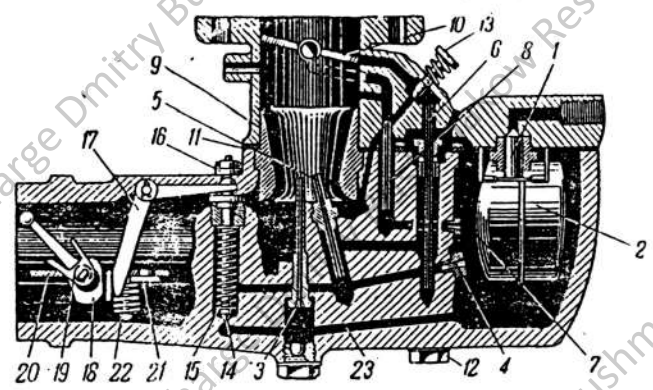
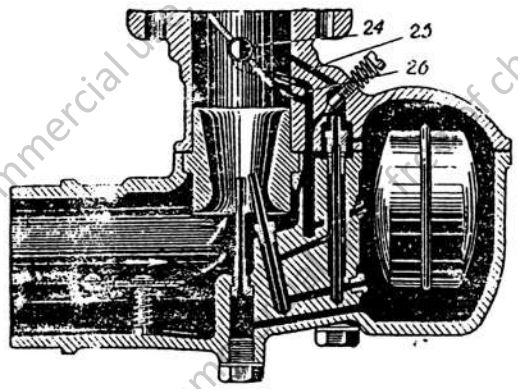
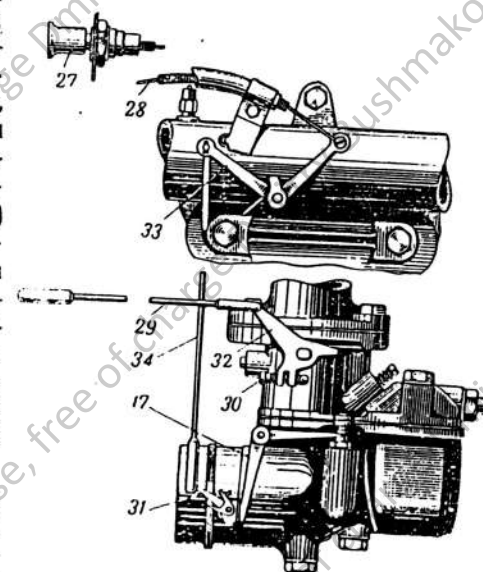
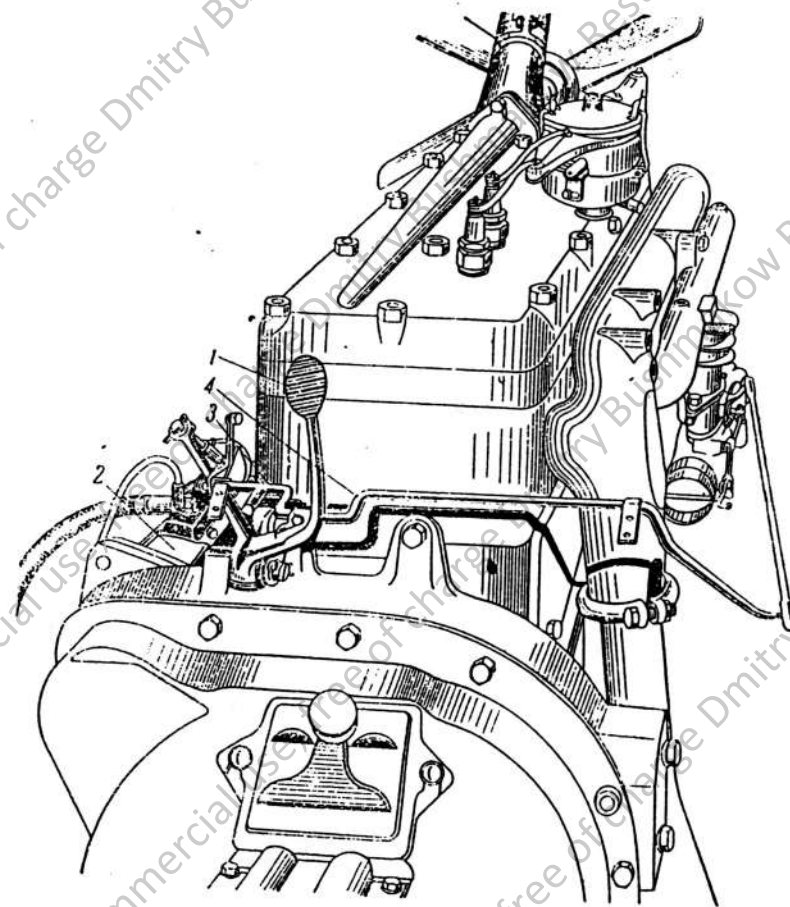

Рис. 13. Схема карбюратора:
Рис. 14. Схема работы карбюратора на сред-
Рис. 15. Управление карбюратором:
Рис. 16. Установка стартера:
Карбюратор (рис. 13 и 14) имеет 4 жиклера: холостого
так как разрежение в канале 26 (рис. 14) отсутствует бла-
годаря тому, что через лыжку на оси дроссельной заслонки и через отверстие 24 он сообщен с атмосферой; при открытии дроссельной заслонки на $\frac{3}{4}$ и больше ось заслонки перекрывает отверстие 24, и через жиклер 7 (рис. 13) поступает в смесительную камеру дополнительная порция бензина.
Жиклер холостого хода 6 опущен в колодец, заполняемый бензином через жиклер 4; при работе двигателя на холостом ходу (при почти закрытой дроссельной заслонке 10) разрежение из всасывающей трубы двигателя передается в канал 25 (рис. 14), благодаря чему бензин поступает через жиклер 6 (рис. 13) в смесительную камеру; правильность смеси на холостом ходу регулируется иглой 13, перекрывающей в той или иной мере доступ воздуха в канал 25.
Управление карбюратором. Кнопка подсоса расположена на рамке приемника справа от водителя. Трос 28 (рис. 15) через рычаг 33, штангу 34 и рычаг 31 соединен с осью воздушной заслонки; при вытягивании кнопки на себя воздушная заслонка карбюратора прикрывается и через кулачок 18 (рис. 13) приподнимает иглу обогатителя;
при подаче кнопки вперед рычаги 33 и 17 (рис. 15) поворачиваются в обратном направлении (по часовой стрелке), кулачок 18 (рис. 13) перестает нажимать на колесо рычага 17, и игла обогатителя под влиянием пружины садится на свое седло и перекрывает доступ топлива из поплавковой камеры по каналу 23 в колодец жиклера холостого хода.
Необходимо внимательно наблюдать за тем, чтобы при опущенной игле обогатителя между головкой рычага 17 и кулачком 18 был зазор 0,6—0,8 мм; этот зазор регулируется зашплинтованной гайкой 16, сидящей на верхнем конце иглы; крепление троса 28 в рычаге 33 (рис. 15) должно быть выполнено так, чтобы при повернутом доотказа вправо (по часовой стрелке) рычаге 33 кнопка обогатителя не доходила до своего упора на 2—3 мм.
Отсутствие зазора между кулачком 18 и рычагом 17 (рис. 13) ведет к перерасходу топлива.
Педаля акселератора и кнопка ручного газа, расположенная на щитке водителя, справа от приборов, через систему тяг и рычагов соединены с тягой 29 и рычагом 32 (рис. 15), сидящим на оси дроссельной заслонки. Ход рычага 32 в обе стороны ограничен упорами, причем так, что величина поворота влево (против часовой стрелки) может регулироваться винтом 30.
Игла 13 (рис. 13) служит для регулировки состава смеси холостого хода двигателя; при заворачивании иглы смесь обогащается, при отворачивании обедняется.
Винт 30 (рис. 15) служит для регулировки числа оборотов холостого хода двигателя.
2. Иглу 13 (рис. 13) завернуть доотказа и после этого отвернуть на 3 оборота.
4. После этого вывертыванием винта 30 (рис. 15) установить возможно минимальные устойчивые обороты двигателя.
При правильно отрегулированном двигателе вытягивать кнопку ручного газа при запуске не требуется, так как при нажатии на педаль стартера автоматически происходит открытие дроссельной заслонки (рис. 16) путем нажатия винта 3 на валик 4 акселератора. Автоматическое открытие дроссельной заслонки регулируется так, чтобы при нажатии на педаль стартера винт 30 (рис. 15) не доходил до упора на 5 мм (при проверке данного зазора зажигание должно быть выключено).
6. Залить карбюратор бензином из дополнительного бака или непосредственно через пробку в поплавковой камере (рис. 15) и завести двигатель.
7. Если после указанных операций двигатель не завелся или не работает на высоких оборотах, то причиной служит засорение жиклеров 3 и 4 (рис. 13) карбюратора; их следует продуть насосом для шин, предварительно сняв весь карбюратор.